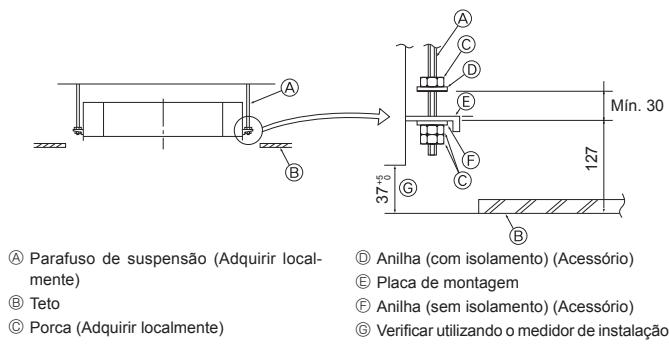

Fig. 2-5
2.5. Procedimentos de suspensão da unidade (Fig. 2-5)